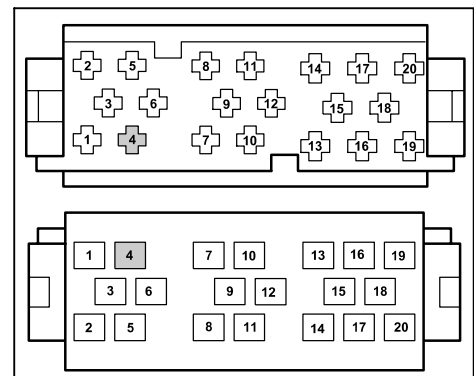

Bild 28
- 8.3 Buchsenkontakt in das 20-polige schwarze Steckergehäuse (PCM2.1) ⇒ Bild 28 Kammer C4 einstecken.